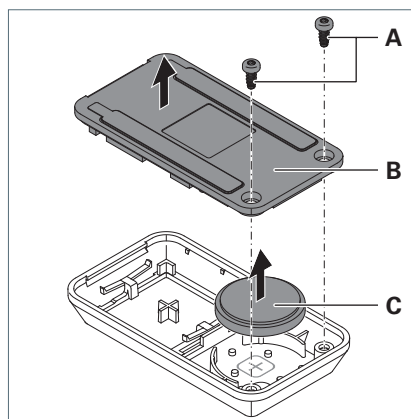

Fig. 41: Cambio batteria.
- Svitare le viti **A** dal retro **B** dell'elemento di comando, vedere Fig. 41.